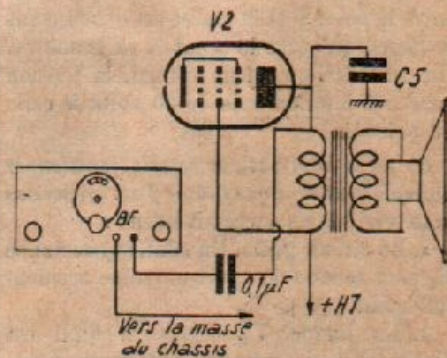

FIG. 3. — Comment essayer le dynamique d'un récepteur à l'aide d'une hétérodyne B. F.
b) Si l'étage final semble ne pas fonctionner, nous pouvons essayer le haut-parleur en l'attaquant directement avec la tension B. F. fournie par notre hétérodyne, suivant le schéma de la figure 3.